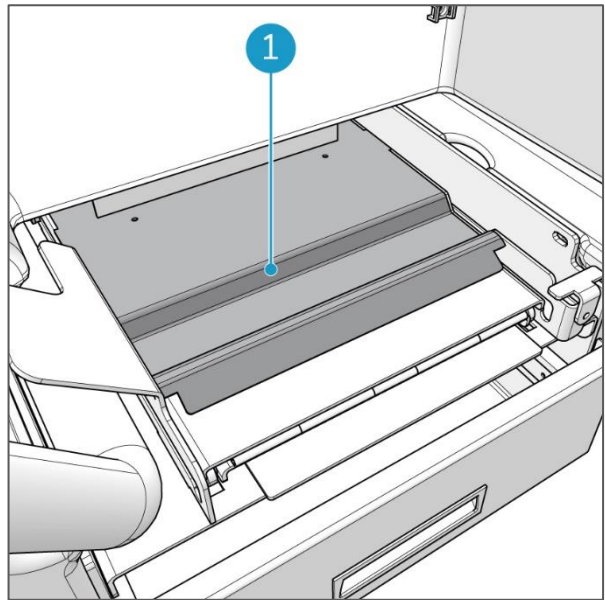

Figura 63
Primero, descarga la i-mop lite como se describe en la sección 7.8.1. Limpia la placa sobre la que descansan las ruedas de la i-mop lite (Figura 63, pos. 1) con un paño húmedo.